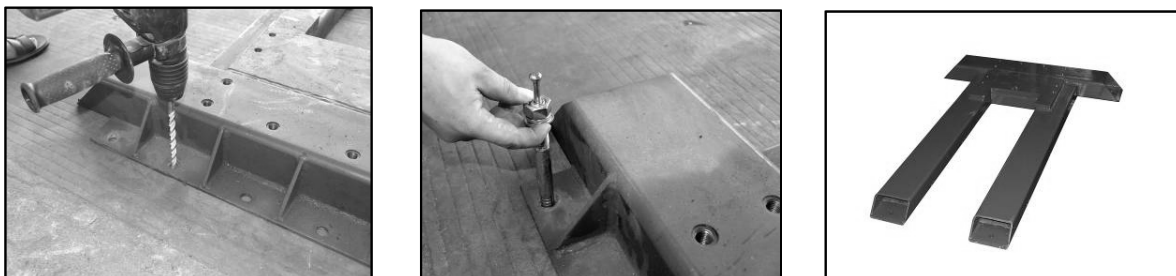

Figura: 3-A, B, C Ancoraggio della piastra di base
- 2) La piastra di base deve essere posata per prima. Posizionala sul pavimento del garage il più vicino possibile alla sua posizione finale. Una volta posata correttamente la piastra di base, è necessario ancorarla al pavimento. Oppure può essere ancorata dopo che tutto è stato completato. (Fig. 3-A, B, C)